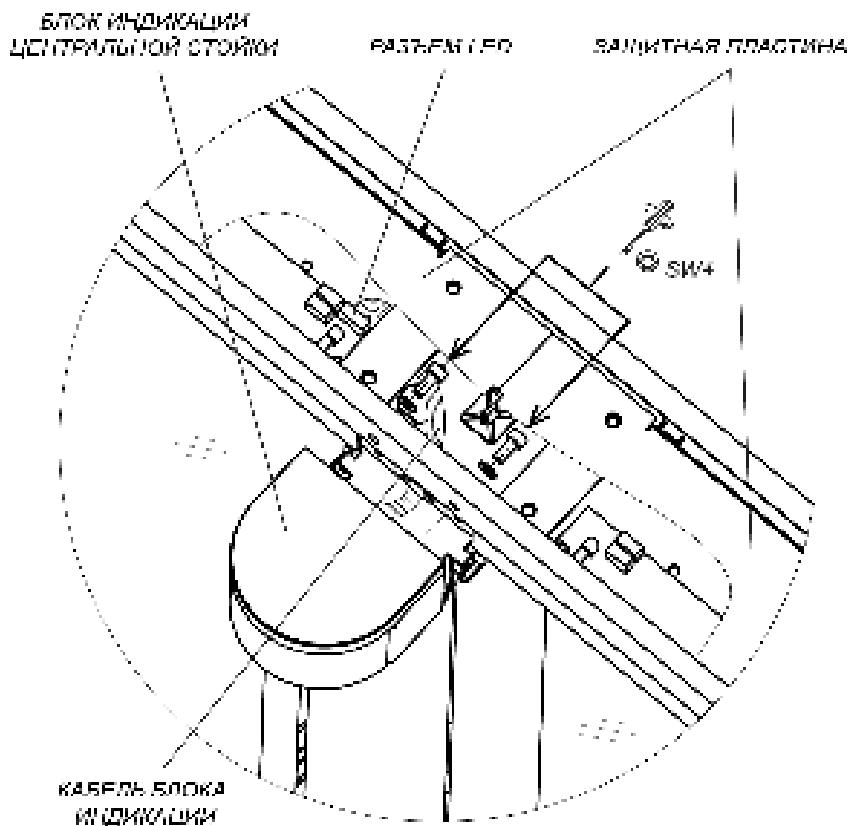

Рисунок 23. Монтаж блока индикации центральной стойки
**Порядок монтажа верхней крышки секции STC-01G (SDC-01G) и STC-01S (SDC-01S) (рис. 23):**